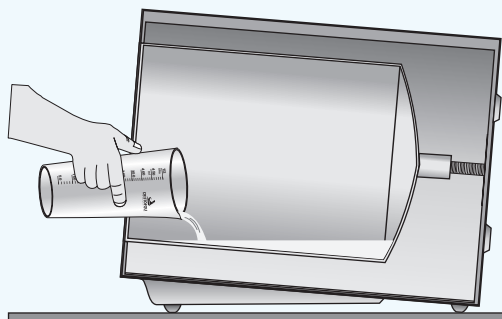

Fig. 16
- Abra a porta da autoclave, usando o copo dosificador, coloque a quantidade correta de **água destilada** diretamente na câmara **antes** de cada ciclo (Fig. 16) de acordo com a Tabela 4 abaixo.